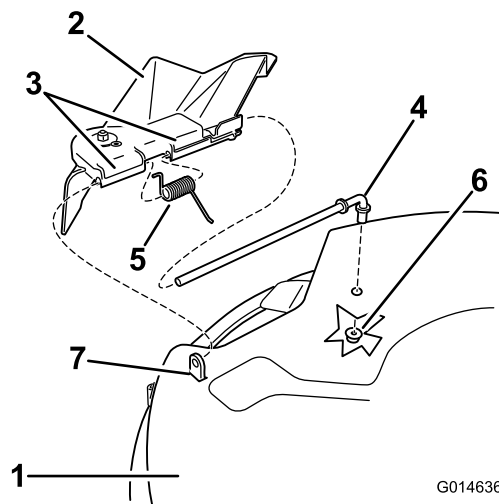
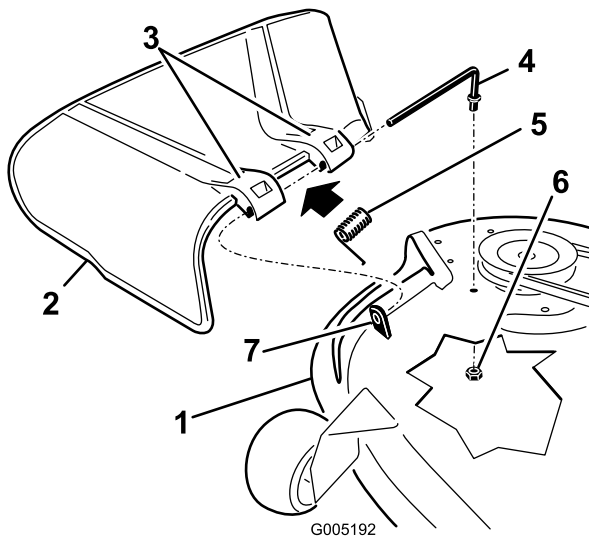

Рисунок 73
Рисунок 74
- Отверните гайку ($\frac{3}{8}$ дюйма) со стержня из-под нижней части газонокосилки (Рисунок 73 и Рисунок 74).
2. Выдвиньте стержень из короткой проушины, пружины и отражателя травы (Рисунок 73 и Рисунок 74).
4. Замените отражатель травы (Рисунок 73 и Рисунок 74).
7. Проденьте стержень через второй кронштейн отражателя травы (Рисунок 73 и Рисунок 74).
9. Прикрепите задний конец стержня к газонокосилке с помощью гайки ($\frac{3}{8}$ дюйма), как показано на Рисунок 73 и Рисунок 74.